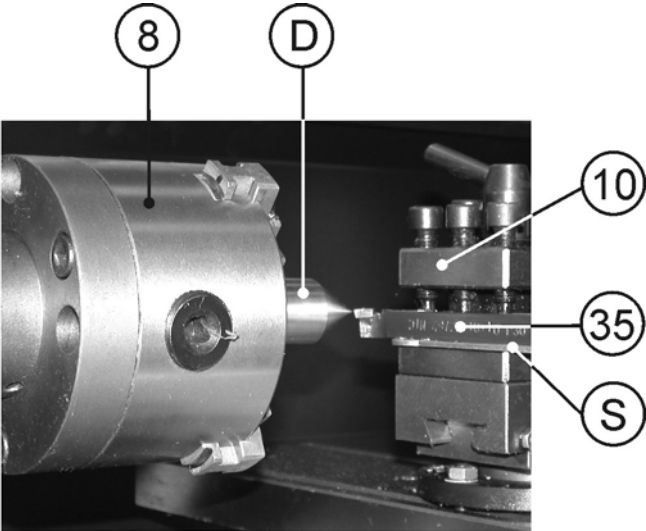

Рис.12
для предполагаемой операции резец (35) в резцедержатель (10), равномерно с достаточным усилием закрутите три болта (34), Рис.11. Убедитесь, что режущая часть головки резца (35) находится по центру диаметра заготовки. Положение резца (35) проверьте по центру (D), зажатом в трёхкулачковом самоцентрирующемся патроне (8). Вылет головки резца должен быть примерно 10 мм, но не превышать 15 мм (не должен превышать полторы высоты державки резца). По мере необходимости, при установке резца (35) используйте подкладки (S) разной толщины. Допускается использовать только одну подкладку, Рис.12.